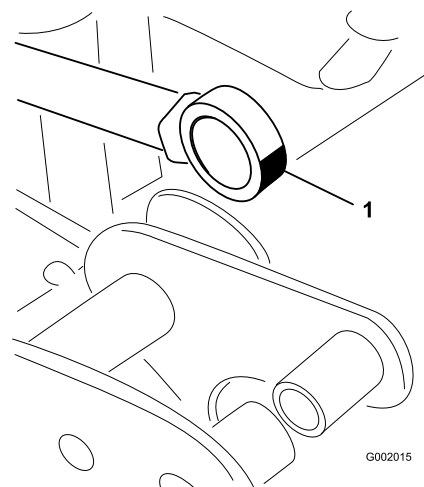

Bild 75
5. Drehen Sie das Stangenendenlager und schmieren Sie Schmiermittel in das Lager (Bild 75).